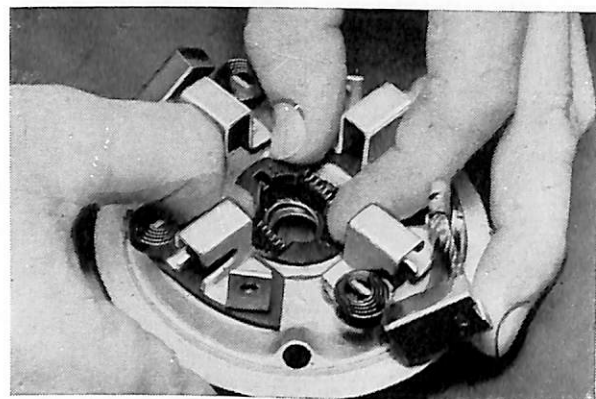

Bild 28. Montering av rotorbroms.
1. Montera rotorbromsen i bakre lagerskölden, se bild 28, samt ledningen mellan plusborstarna.